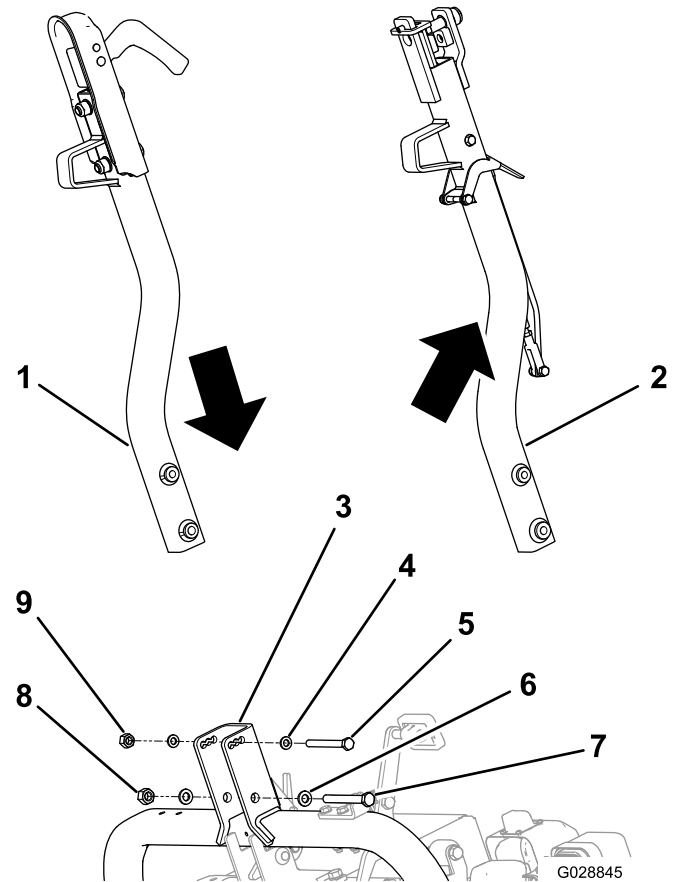

图1
1. 卸下固定现有挂钩的螺栓、垫圈和锁紧螺母，然后卸下挂钩（图1）。